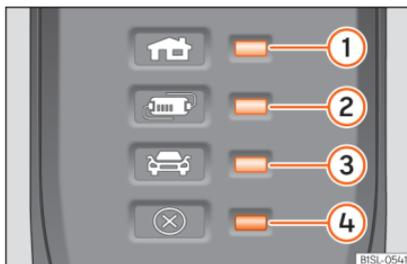

Abb. 219 Am Ladekabel für Netzsteckdosen: Kontrollleuchte in der Schutzeinrichtung.
» Abb. 219:
Durch die elektronische Schutzeinrichtung » Abb. 219 ist der Ladestecker so lange stromlos, bis er in die Ladedose des Fahrzeugs gesteckt wurde.
Eine oder mehrere Kontrollleuchten » Abb. 219 1, 2 oder 3 leuchten grün.
Anzeige » Abb. 219	Bedeutung
Wenn die Warnleuchte ④ rot blinkt oder leuchtet, ohne dass eine der Kontrollleuchten »» Abb. 219 ①, ② oder ③ der Betriebsanzeige dauerhaft leuchtet, liegt eine Störung vor.
Anzeige »» Abb. 219	Bedeutung